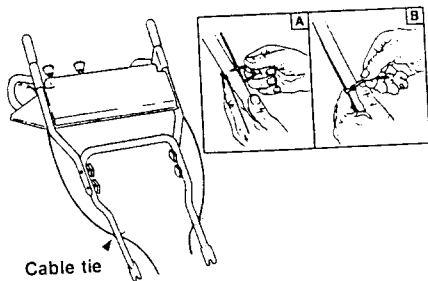

FIGURE 21
- Attachez le câble de la manette de gauche sur le guidon de gauche avec un attache-câble. Procédez de la même manière avec le guidon de droite. Coupez les bouts des attache-câbles. Voir la figure 21.